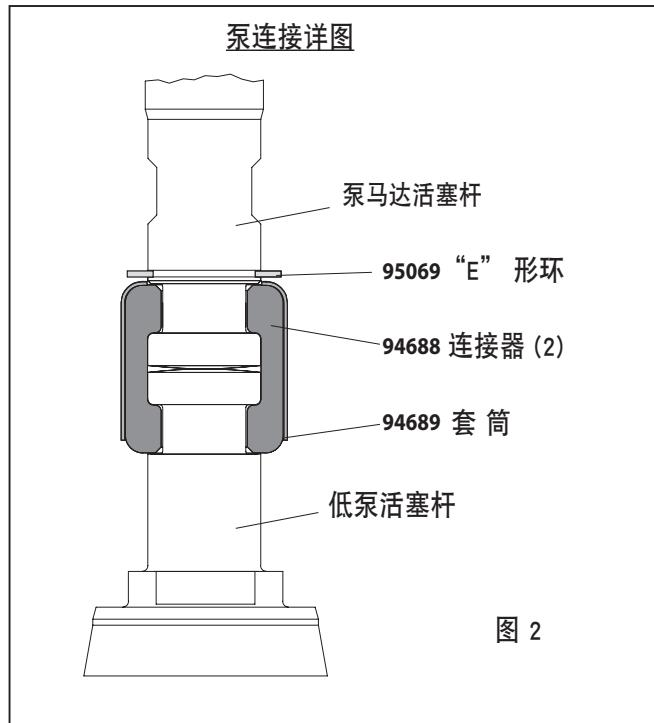

图 2
- 使用 e 环钳，滑动挡 (95069) e 圈起来足够远允许的袖子向上移动，并释放两个连接器（见图 2）。放下空气马达。